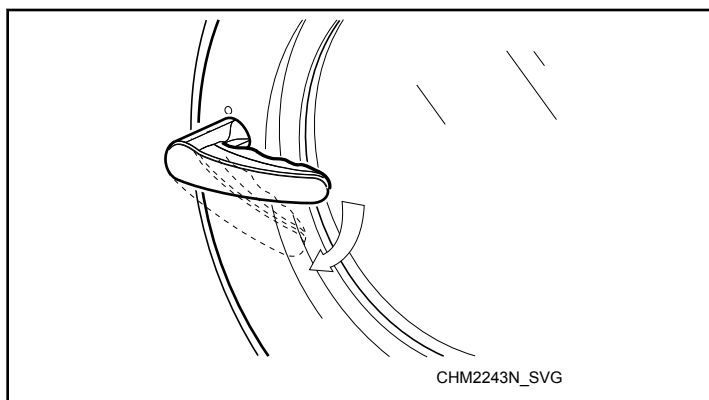

Abbildung 52
2. Den Griff im Uhrzeigersinn drehen, um die Tür zu öffnen. Siehe *Abbildung 52*.